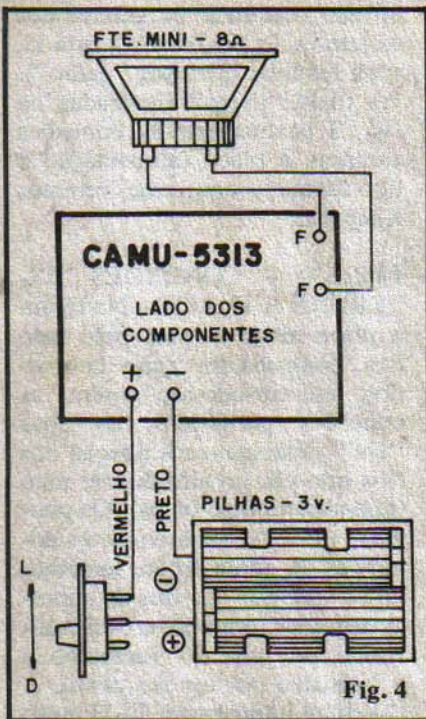

Fig. 4
- **FIG. 4 - CONEXÕES EXTERNAS À PLACA** - Na figura a placa ainda é vista pelo lado dos componentes (não cobreado), enfatizando-se, porém, as conexões periféricas: as ilhas "F-F" destinam-se à ligação dos fios que vão ao alto-falante mini (impedância de 8 ohms). Os pontos "+" e "-" referem-se às conexões da alimentação, lembrando sempre que nos fios do suporte de pilhas, o **positivo** está codificado por um fio **vermelho** e o **negativo** por um fio **preto**. A chavinha interruptora (H-H mini) deve ser intercalada no fio do positivo (vermelho) da alimentação. Depois de tudo soldado e ligado, ainda **antes** de colocar as pilhas no suporte, o Leitor deve fazer uma cuidadosa verificação geral, conferindo valores, posições, condições dos pontos de solda, estado das pistas cobreadas etc. Lembrar sempre que o principal "inimigo" do montador principiante é o **excesso de auto-confiança**, tipo "eu tenho certeza de que fiz tudo certinho, portanto não preciso conferir nada...". **NÃO** confie nisso! Nem o